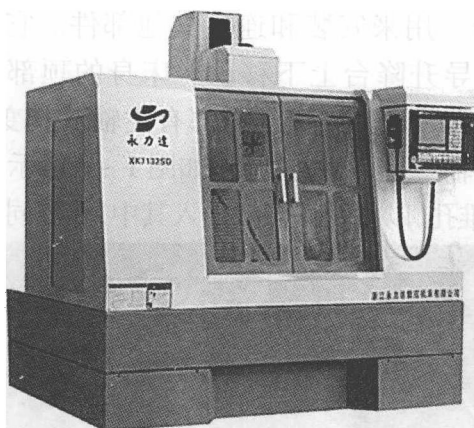

图 1-5 XK7132SD 数控铣床
5. 数控铣床 用电子计算机数字化指令控制铣床各部件的动作,从而实现铣床加工过程的自动化。XK7132SD 数控铣床如图 1-5 所示。主要特点是:①柔性高,灵活、通用、万能,可以适应不同形状的零件。②精度高,在正常情况下,可获得较高的加工精度和稳定的加工质量。③效率高,数控铣床的刚性和功率大,且是自动加工的,单件零件加工时间短,效率是普通机床的 3~5 倍。④劳动强度低。